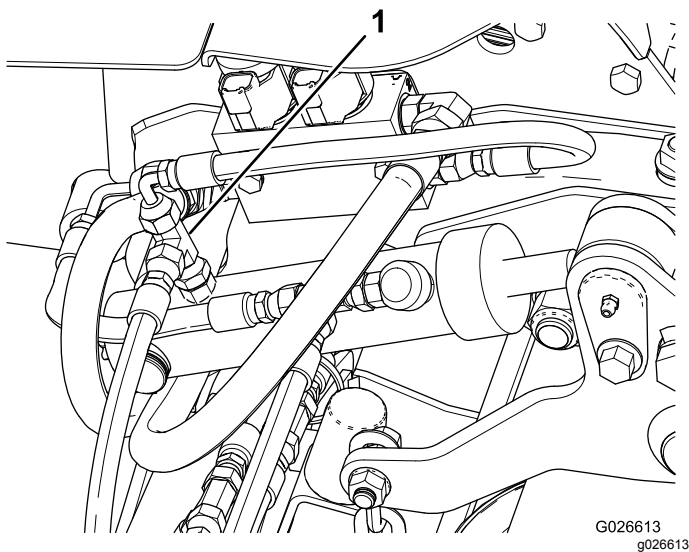

Bild 12
3. Montieren Sie das T-Anschlussstück so, wie in **Bild 12** abgebildet.
4. Befestigen Sie den vorhandenen Schlauch oben am T-Anschlussstück (Bild 12).